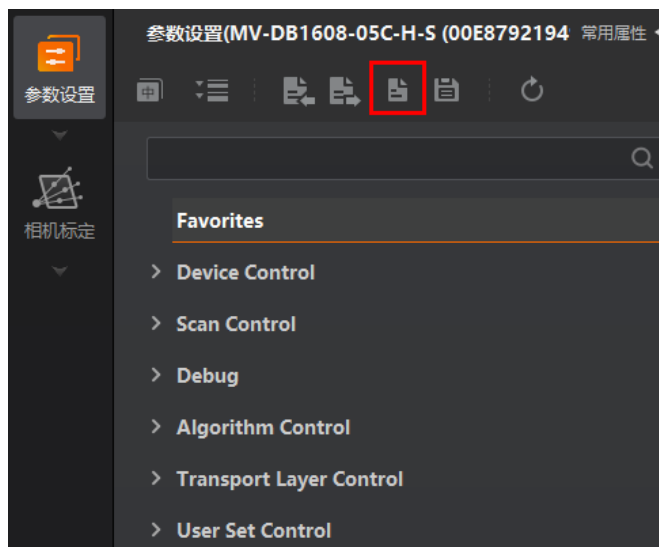

图9-5 文件存取
1. 点击客户端的“参数设置”，并单击上方的，如图 9-5 所示。